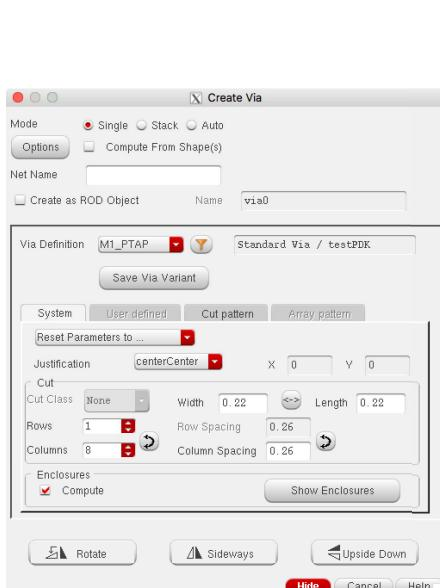

図 16: Create Via ウィンドウ
14. 後はこれらのトランジスタの接続を完成させれば良いが、その前にトランジスタの基板側の接続を行うための基板コンタクトを作成する。○キーを押すと図 16 に示す Create Via ウィンドウが立ち上がる所以、まず M1\_PACT を選択し、Column を適当に 8 くらいにしたうえで、NMOS の下に配置する。このとき、NMOS PCell の黄色線の NSD と、M1\_PACT コンタクトのピンク線の PSD がぴったり重なるようにおけば良い。次に同じように M1\_NACT を選択し、同様に Column 数を 8 として PMOS の上部分に置く。このときも PSD と NSD がぴったり重なるように置く。ESC キーでコマンドを抜ける。ここで最下部に配置した M1\_PACT 部分が VSS に、最上部に配置した M1\_NACT 部分が VDD に接続されることとなる。